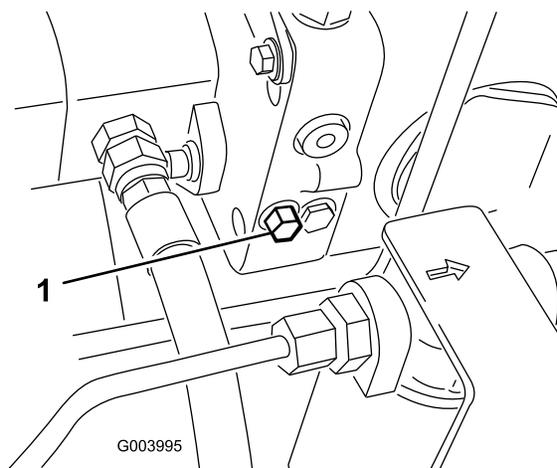

Figura 42
1. A válvula de derivação está localizada no lado esquerdo do hidrostato (Figura 42). Rode o parafuso 1,5 voltas para abrir para permitir a passagem do óleo internamente. Após este procedimento, torna-se possível deslocar lentamente a máquina sem danificar a transmissão.